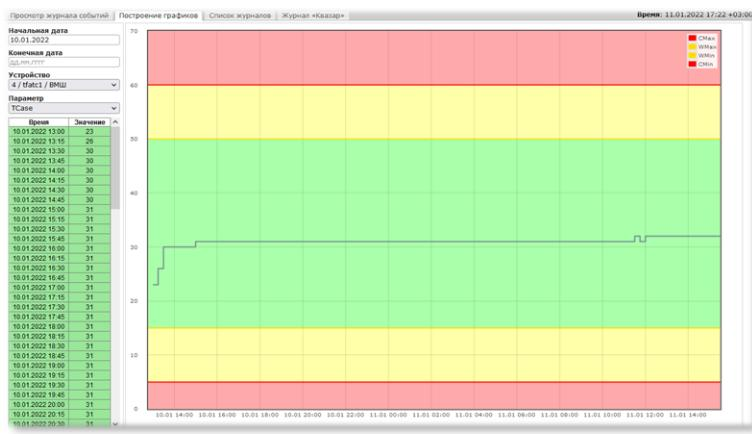

Рисунок 42 – Вид графика изменения выбранного параметра за указанный период времени
- после этого будет построен график и отобразятся данные по выбранному параметру в табличном виде (см. Рисунок 42).